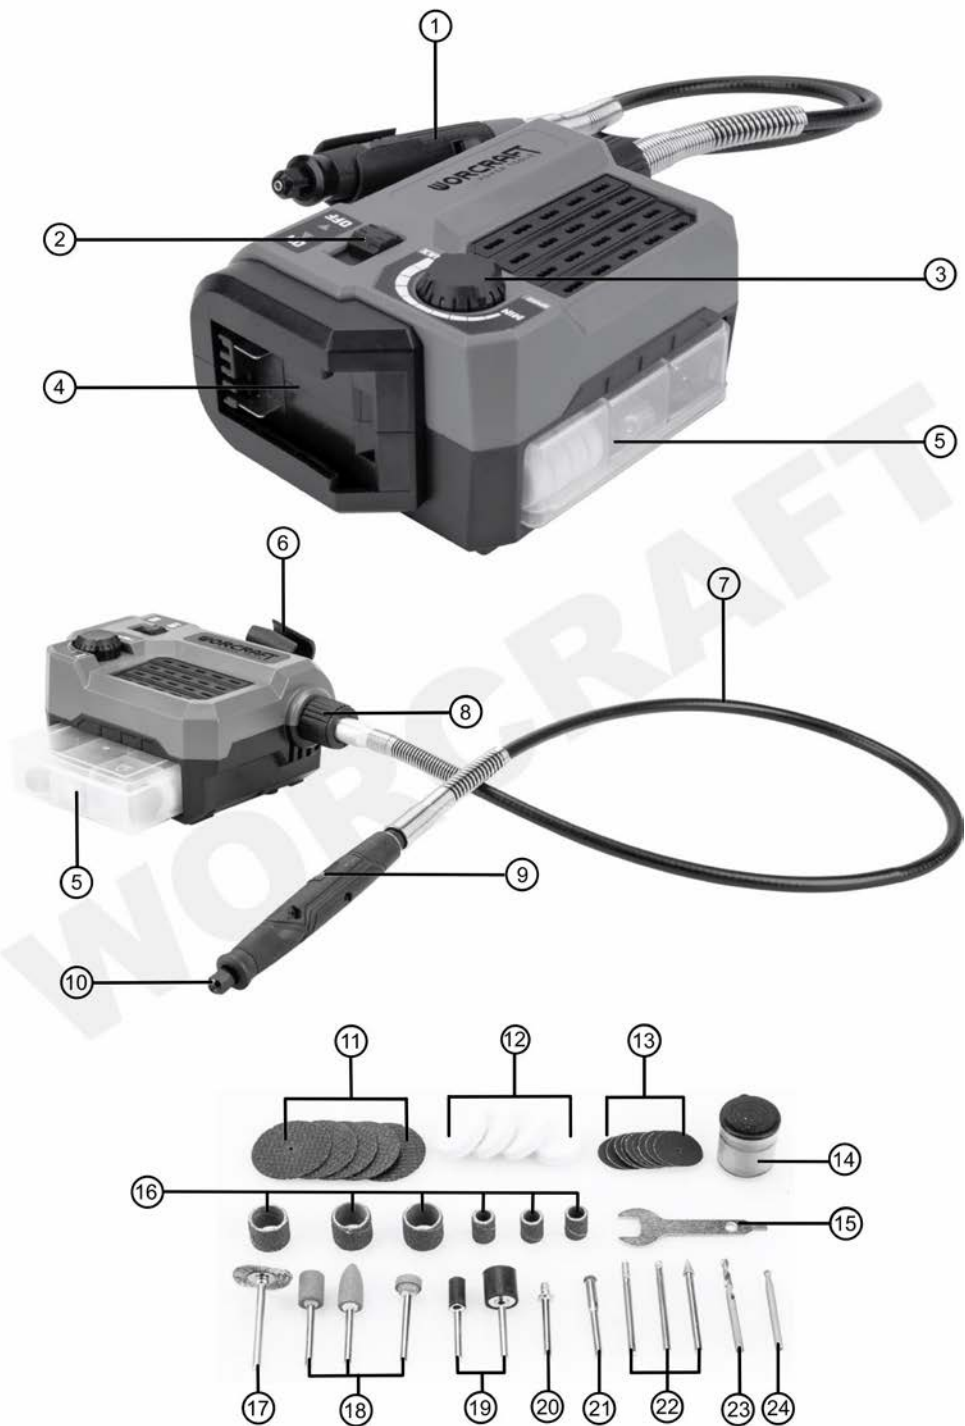

Рисунок 1
Встановіть рукоятку гнучкого валу (1, рисунок 1) в тримач (6, рисунок 1) на бічній частині корпусу. Після того, як він буде вставлений, він надійно зафіксується.
- Загвинтіть гайку фіксування (8, рисунок 1) за годинниковою стрілкою, щоб надійно зафіксувати гнучкий вал (7, рисунок 1).
- Зафіксуйте вал, висуновши вперед стопорну кнопку валу (9, рисунок 1), а потім послабте цангову гайку (10, рисунок 1) за допомогою гайкового ключа (15, рисунок 1).
- Пересуньте перемикач (2, рисунок 1) в положення «Увімк» («ON») для запуску двигуна виробу.
- Для зупинки виробу пересуньте перемикач (2, рисунок 1) в положення «Вимк» («OFF»).
Швидкість обертання оснащення можна регулювати в залежності від матеріалу, який обробляється, і виду оснащення, яке використовується для обробки. При повороті рукоятки регулювання (3, рисунок 1) за годинниковою стрілкою швидкість збільшується, проти годинникової стрілки – зменшується.